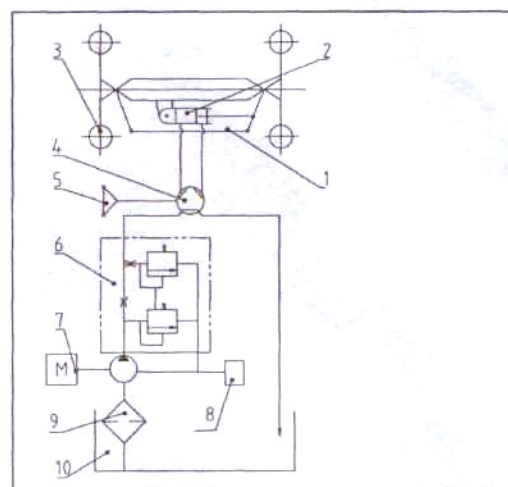

Рис. 10. Рабочий принцип полных гидравлических рулевых приводов.
5.4.1. Рабочий принцип и работа полной гидравлической рулевой передачи (Рис. 10).
Рабочий принцип полных гидравлических передач казан на Рис.10. Заднее осевое помещение (10) также используют как масляный бак рулевых передач. Низкое давление масла подается в системный насос (7) в дизельном двигателе (8) через 18 впускной трубопровод насоса. А высокое давление потока масла подается во все гидравлические рулевые приводы модели BZZ1 – E80 (4) и приводит в действие рулевой цилиндр (2) для рулевого действия, но слишком большой поток возвращается в насос через возвратный маслопровод. Клапан делителя потока FLD – F6 – Н обеспечивает стабильную подачу масла, чтобы создать устойчивое рабочее состояние гидравлического рулевого привода.